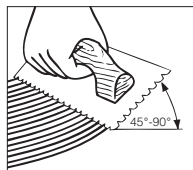

Figure 9
- Tenir la truelle à un angle d'au moins 45° (Figure 9), fermement contre le sous-plancher afin d'obtenir un taux d'étalement de 4 à 5,5 m²/litre (50 à 60 pi²/gal US). La truelle laisse des cannelures d'adhésif et très peu d'adhésif entre les cannelures, ce qui permet de voir les lignes tracées au cordeau et d'étalement la quantité recommandée.